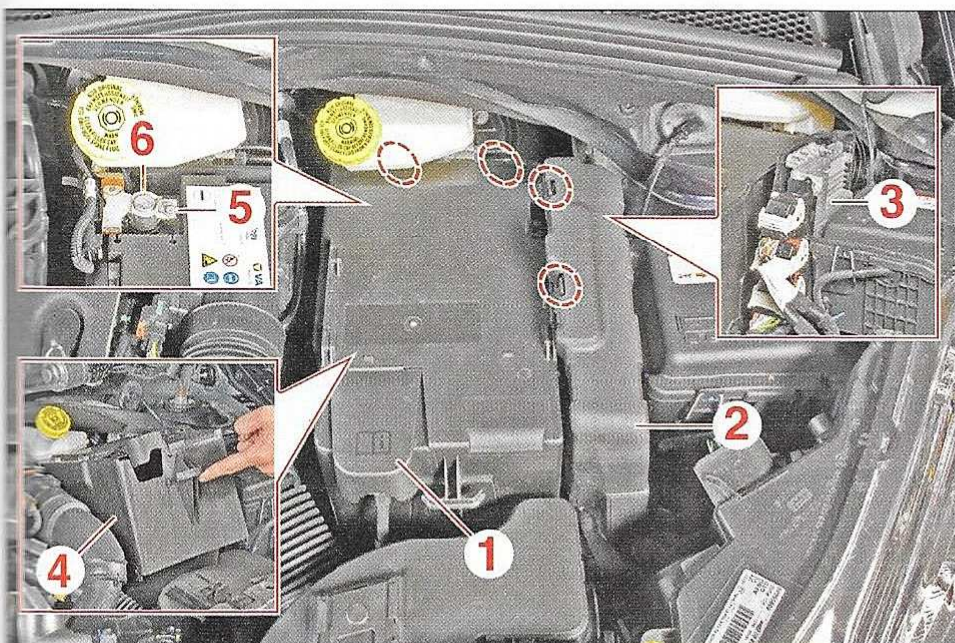

FIG.1
- Soulever la trappe (1) et débrancher le raccord rapide de la borne positive (Fig.1).
- Déposer le cache (2).
- Sans débrancher les connecteurs, extraire le calculateur de gestion moteur (3) équipé de son support.
- Dégrafer vers le haut le couvercle (4).
- Desserrer l'écrou (5).
- Débrancher la borne négative (6).